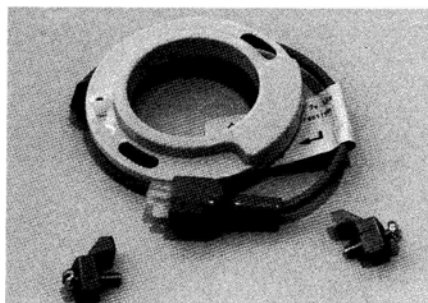

Рисунок 4
1. Установка синхронизатора (см. Рисунок 4, при безигольном позиционировании данным пунктом можно пренебречь)